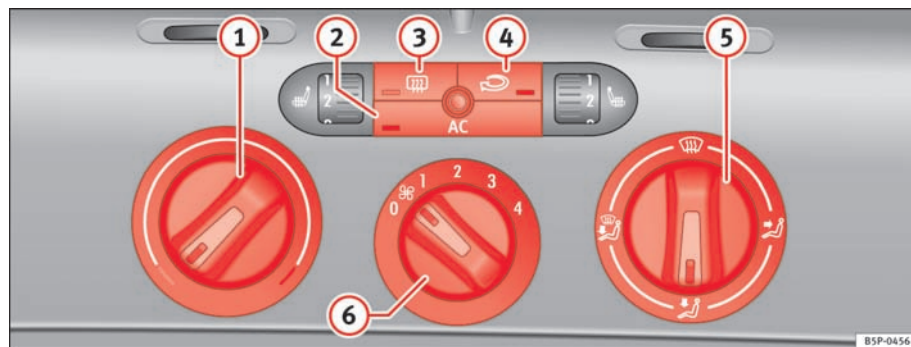

Fig. 129 I instrumentpanelet: betjeningselementer til Climatic
- Du kan indstille temperaturen, luftfordelingen og blæsertrinet med kontakterne ⇒ fig. 129 ①, ⑤ og ⑥.
- Tryk på knappen ②, ③ eller ④ for at aktivere eller deaktivere den pågældende funktion. Når funktionen er deaktiveret, er der lys nederst på knappen.
- ① Kontakt til temperaturregulering ⇒ side 155
- ② Knap [AC] – tilslutning og afbrydelse af køleanlæg ⇒ side 155
- ③ Knap [] – elbagrude. Når elbagruden har været tilsluttet i ca. 20 min., bliver den automatisk afbrudt. Du kan afbryde elbagruden før tid ved at trykke på knappen.
- ④ Knap [] – recirkulationsfunktion ⇒ side 156
- ⑤ Kontakt til luftfordeling ⇒ side 155
- ⑥ Blæserkontakt. Lufttilførslen kan reguleres i fire trin. Blæseren bør altid køre i lavt trin, når bilen kører langsomt.
- Tilslut airconditionanlægget ved at trykke på knappen ⇒ side 154, fig. 129 .